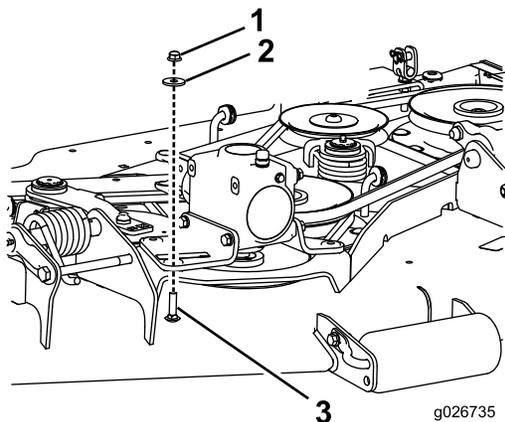

Figura 1
1. Retire las tuercas y las arandelas de los pernos de cuello cuadrado que sujetan la parte delantera de los soportes de montaje de la caja de engranajes a la carcasa de corte (Figura 1).